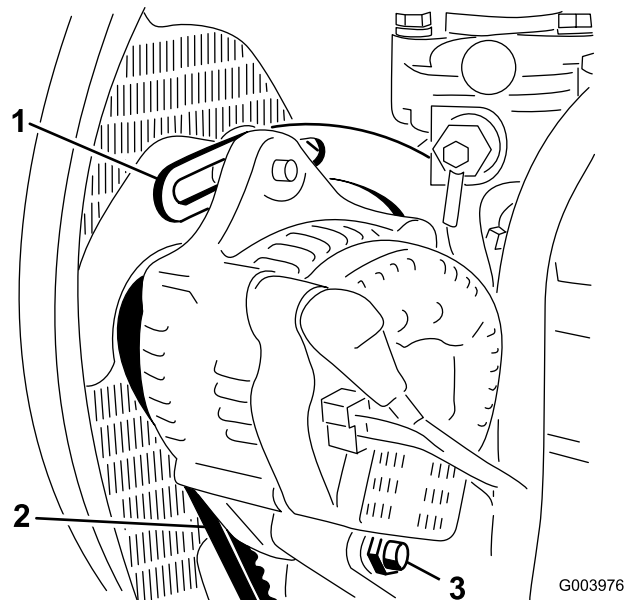

Figura 56
2. Verifique tensão da correia do alternador, premindo-a (Figura 56) até metade entre as polias do alternador e do cárter com uma força de 10 kg.
4. Desaperte o parafuso que segura a braçadeira ao motor (Figura 56), o parafuso que segura o alternador à braçadeira e o parafuso de articulação.